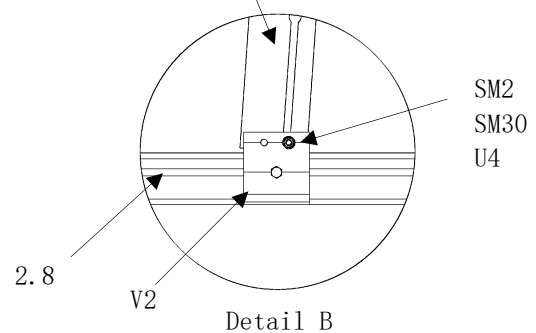

Abb. 18
- **Detail B beachten!** (Abb.18)